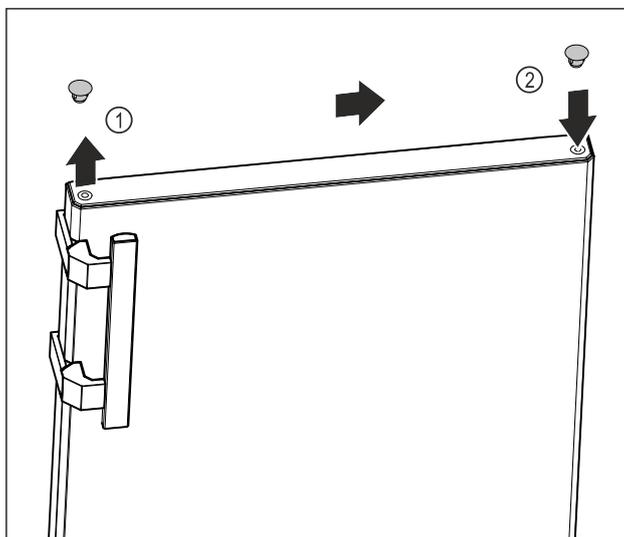

Fig. 14
- ▶ Levantar con cuidado el tapón de la tapa del lado superior de la puerta Fig. 14 (1) con el destornillador plano.
- ▶ Insertar el tapón de la tapa en el lado opuesto. Fig. 14 (2)